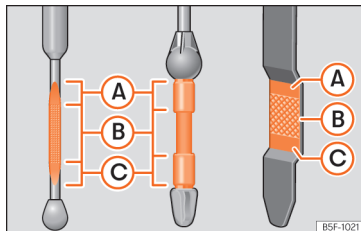

Abb. 317 Ölmessstab
»» Abb. 317. Füllen Sie gegebenenfalls Motoröl nach.
- Wenn der Ölstand mindestens den Bereich » **Abb. 317** **B** erreicht hat, vorsichtig den Deckel des Einfüllstutzens aufschrauben » **!**.
Liegt der Ölstand über dem Bereich » **Abb. 317** **A**, starten Sie den Motor bitte nicht. Dies könnte zu einer Beschädigung des Motors und des Katalysators führen. Wenden Sie sich an einen Fachbetrieb.
Der Ölstand darf keinesfalls über dem Bereich » **Abb. 317** **A** stehen, andernfalls könnte Öl über die Entlüftung der Motorölwanne angesaugt werden und über die Abgasanlage in die Atmosphäre gelangen.